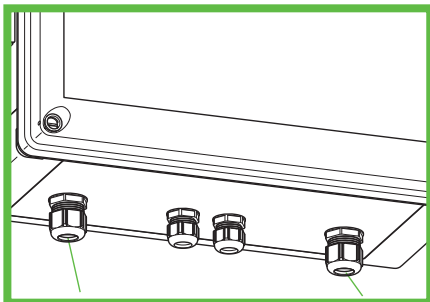

Abb. 13: Anschlüsse
- ▶ Führen Sie die elektrische Versorgungsleitung durch die Kabelverschraubung (Abb. 13, Pos. 1).